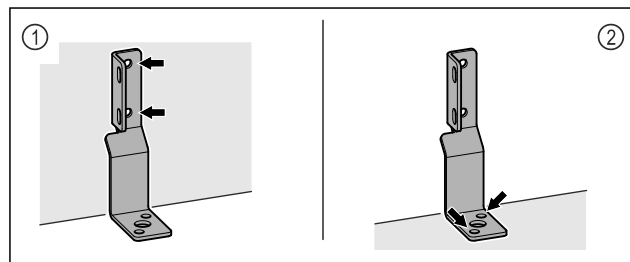

Fig. 8
- Fest vinkelen på vegg Fig. 8 (1) eller gulvet Fig. 8 (2).